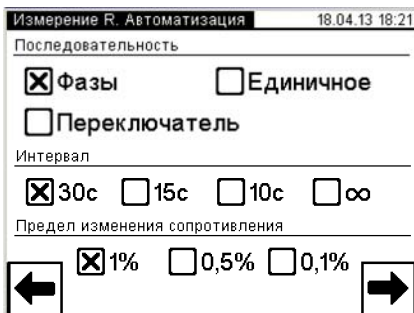
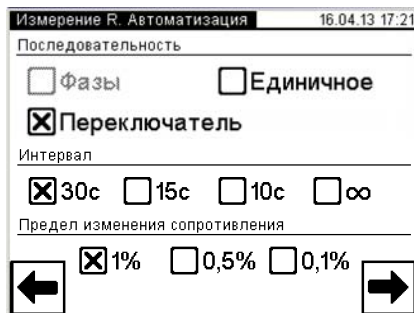

Рисунок 6.39
Рисунок 6.40
окно "Измерение R. Автоматизация" нажать кнопку  (рисунок 6.16). Если в окне (рисунок 6.38) выбран один из переключателей и измеряется сопротивление обмоток трехфазного трансформатора, на экране появится окно (рисунок 6.39), если однофазного трансформатора – окно (рисунок 6.40).
13) Выбрать вариант последовательности выполнения измерений в окне "Измерение R. Автоматизация", например (рисунок 6.39 или 6.40).
14) Выбрать критерий установившегося показания Измерителя: интервал времени и предел изменения показаний сопротивления в течение выбранного интервала, для чего нажать в соответствующих полях "Интервал" и "Изменение сопротивления" (рисунок 6.39 или 6.40).
15) Перейти в окно "Измерение R. Обмотка ВН" или "Измерение R. Обмотка СН", для чего нажать на кнопку  (рисунок 6.39 или 6.40). Если измеряется сопротивление обмоток АВ, ВС, СА трехфазного трансформатора, то на экране появится окно (рисунок 6.41), если однофазного трансформатора – окно (рисунок 6.42).
Если выполняется измерение трехфазного трансформатора и в окне "Измерение R. Автоматизация" (рисунок 6.40) выбран вариант "Переключатель", то необходимо:
Если выполняется измерение однофазного трансформатора и в окне "Измерение R. Автоматизация" (рисунок 6.40) выбран вариант "Переключатель", то необходимо: